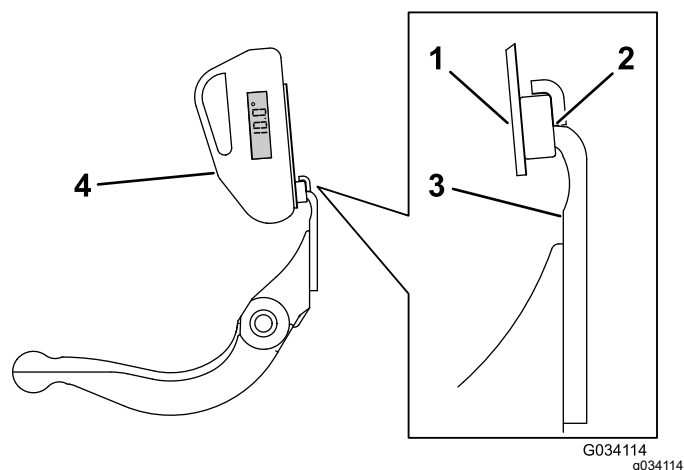

Figure 24
3. Placez le support d'indicateur d'angle sur le bord de la contre-lame de sorte à adapter le bord de l'aimant au bord de la contre-lame (Figure 24).
4. Placez l'indicateur d'angle sur le support, comme montré à la Figure 24.